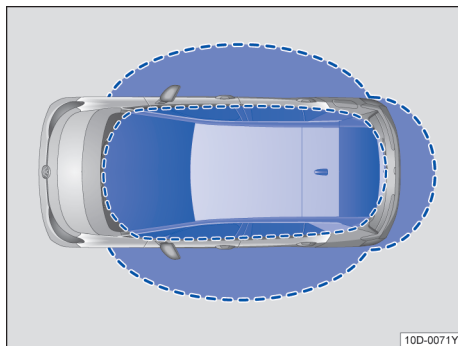
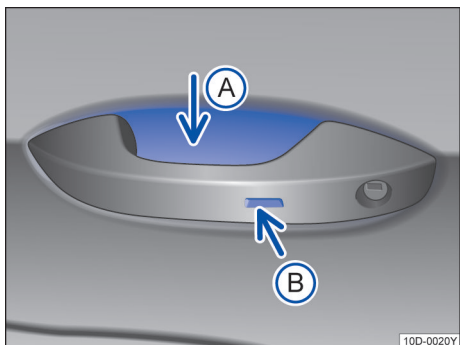

图 42 无钥匙进入闭锁/启动系统：工作范围
图 43 无钥匙系统 Kessy：车门拉手上的传感区
Kessy 是一种无钥匙系统，它可以实现在不操作遥控钥匙的情况下解锁或锁止汽车。操作者只需随身携带一把有效遥控钥匙，并处于车门或行李厢盖的有效感应区域内→图 42，同时触摸车门拉手上的传感区之一→图 43 或按压行李厢盖上的按钮即可实现。
如果有一把有效遥控钥匙在有效感应区域→图 42 内，则无钥匙系统 Kessy 会将访问权限授予该钥匙。紧接着可以在不主动操作遥控钥匙的情况下执行以下功能：
- 触摸在驾驶员或副驾驶员车门拉手内侧的传感区→图 43(A)。
- 触摸车门拉手上的传感区→图 43(B)一次。汽车锁止。
如果在行李厢盖的有效感应区域→图 42 有一把有效的遥控钥匙。
- 要便捷关闭所有电动车窗和天窗，请用手指按住车门拉手上的传感区→图 43(B)几秒钟。
- 松开传感区→图 43(B)即可中断该功能。如果在松开车门拉手上的传感区→图 43(B)后立即将手放入(A)内，则所有车窗停在原位置（安全功能）→第 54 页。